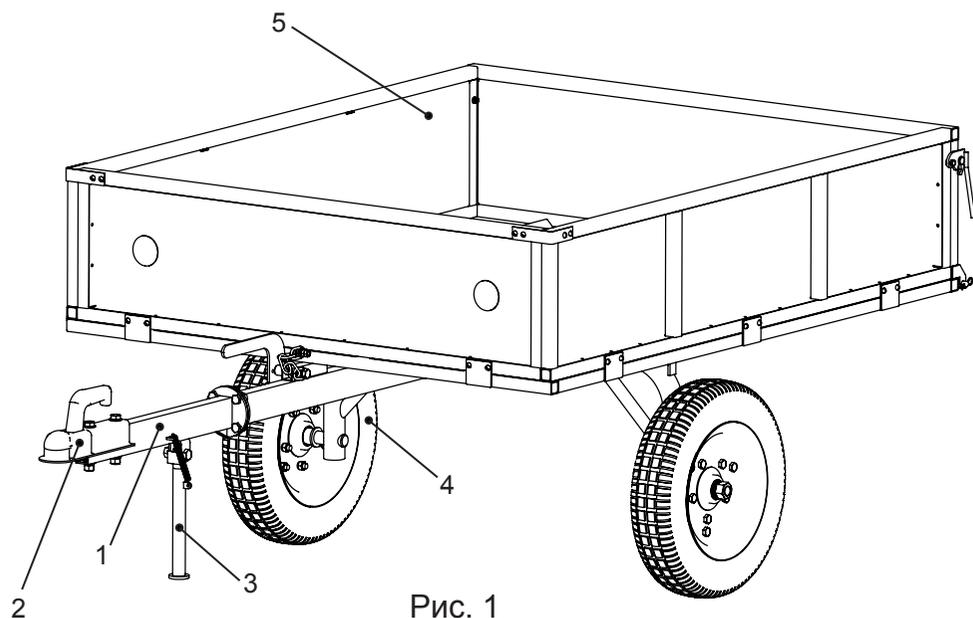

Рис. 1
3.1 Тележка прицепная ТПМ-К одноосная, не поддресорена, общий вид тележки предствлен на рис. 1. Кузов (5), опрокидывающийся (вручную) металлический с открывающимся, съемным задним бортом.